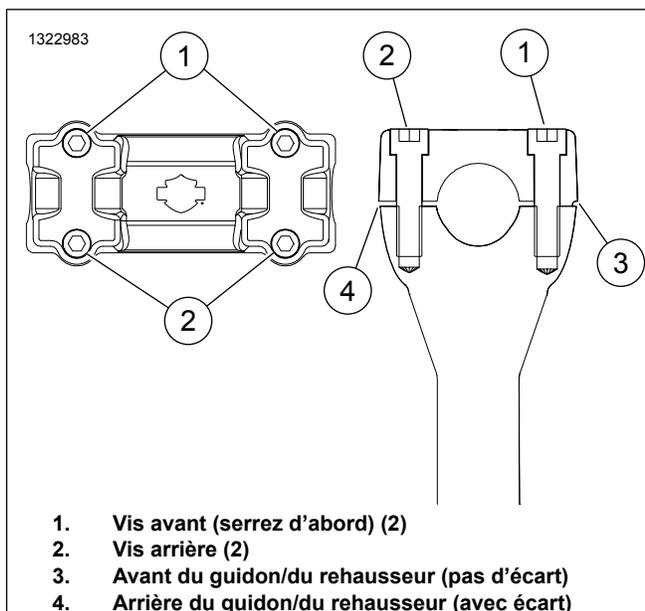

Figure 2. Montage du guidon
- Consultez Figure 2 . Installez les vis 1 et 2.
- Vérifiez l'écart entre la pince et les rehausseurs. L'écart devrait être à l'arrière du guidon (4). Il ne devrait y avoir aucun écart devant les rehausseurs (3).
- Consultez Figure 2 . Serrez les vis avant (1).